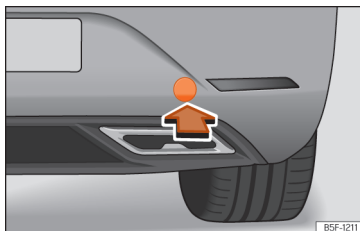

Abb. 53 Auf der rechten Seite des hinteren Stoßfängers: Abdeckung entfernen.
Die Abschleppöse wird in die hinter einer Abdeckung auf der rechten Seite des hinteren Stoßfängers befindliche Aufnahme eingeschraubt » Abb. 53.
- Auf den unteren Bereich der Abdeckung » Abb. 53 drücken, um die Verrastung zu lösen.